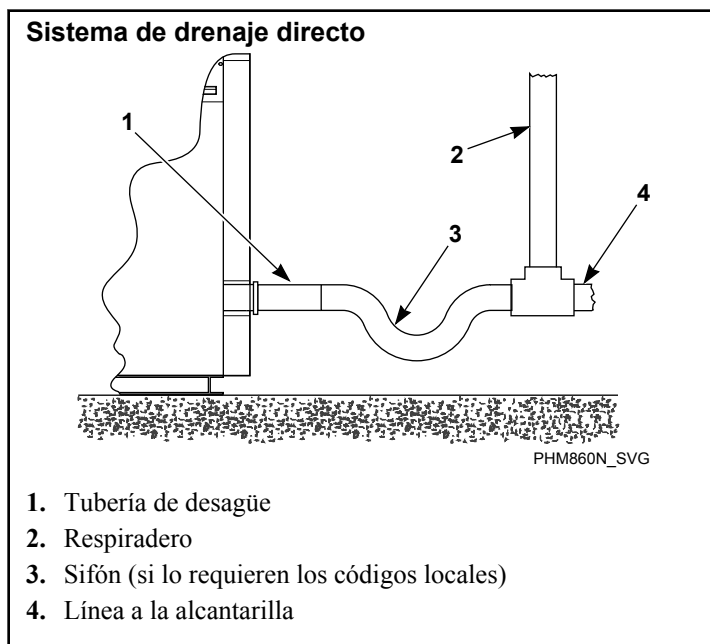

Figura 14
10. Siguiendo las instrucciones del fabricante, mezcle una lechada de precisión para maquinaria, de buena calidad, **que no encoja**. La lechada no debe estar demasiado líquida ni demasiado seca y debe fluir fácilmente a su lugar. Llene completamente el espacio entre la base y el piso con lechada para asegurar una instalación estable. Aplique mortero completamente bajo el marco (si está atornillada con el patrón interior, retire los paneles anterior y posterior para acceder a todos los componentes del marco). Consulte la *Figura 14*. Fuerce el mortero bajo la base de la máquina hasta que se hayan llenado todos los espacios.
Consulte la *Figura 14*.